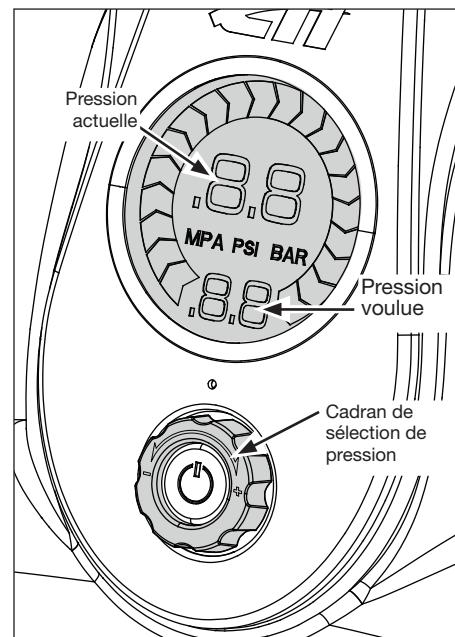

Figure 3 - Jauge numérique et cadran de sélection de pression
4. Tournez le cadran du sélecteur de pression jusqu'à ce que le champ de pression désiré indique « LO » (BAS) (Le réglage LO est juste sous le réglage de 138 kPa (20 lb/PO²)). (Voir la figure 3).
6. Lorsque l'article atteint la fermeté voulue, enfoncez le bouton de courant à nouveau pour arrêter le gonflement. La pression réelle apparaîtra alors sur la jauge numérique après l'arrêt du gonfleur. (Voir la figure 3).
4. Tourner le cadran du sélecteur de pression jusqu'à la pression voulue. (Voir la figure 3).